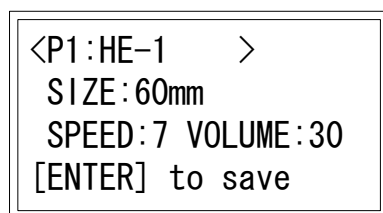

Figure 3-J : Écran d'édition du programme
- En appuyant encore sur la touche **MENU**, l'écran d'édition du programme s'affiche (Figure 3-J).